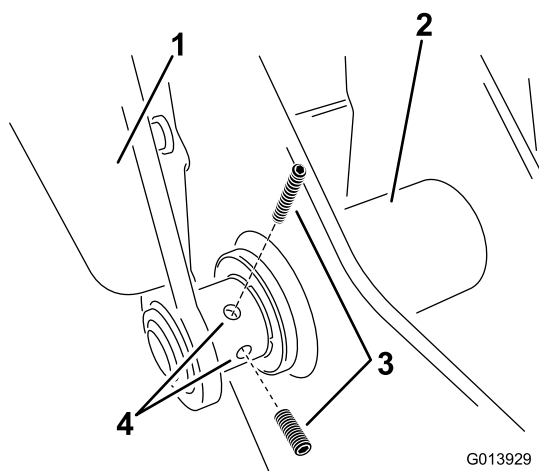

Figura 6
17. Instale un tornillo de fijación en el brazo izquierdo, en el punto de giro inferior (Figura 6).